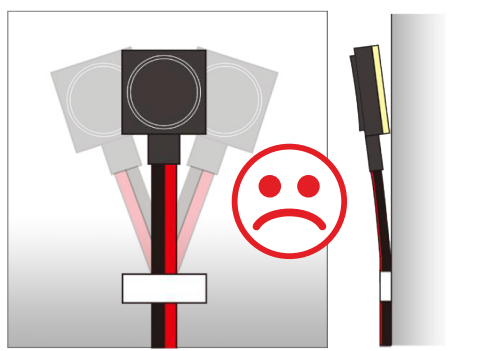

Fig. 05
- ⇒ La surface adhésive de la tête du capteur doit être fermement fixée au coffrage ou à l'acier d'armature avec des attache-câbles. (Fig. 05)